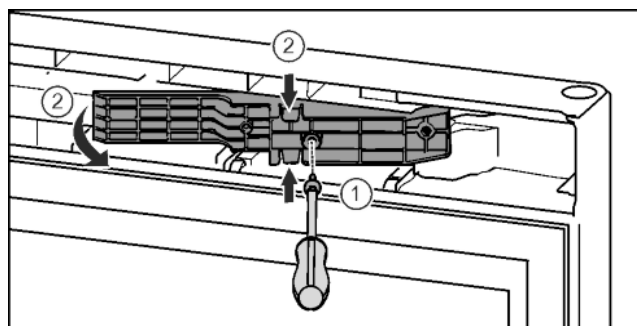

Fig. 16\*
- ▶ Отпустить винты отверткой T15.\* Fig. 16 (1)
- ▶ Извлечь деталь адаптера.\* Fig. 16 (2)